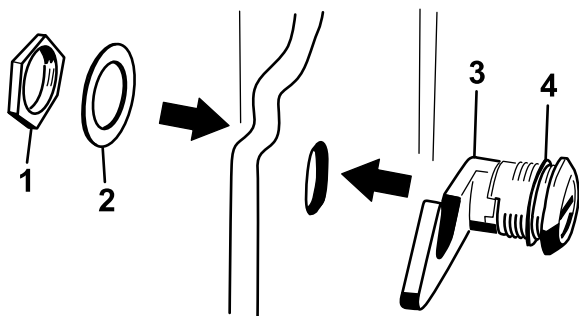

図 5
3. フードラッチアセンブリからナットを取り外す 図 5。
4. フードの外側から、ラッチのフック側をフードの穴に通す。ゴム製のシーリングワッシャはフードの外側に残しておくこと 図 5。